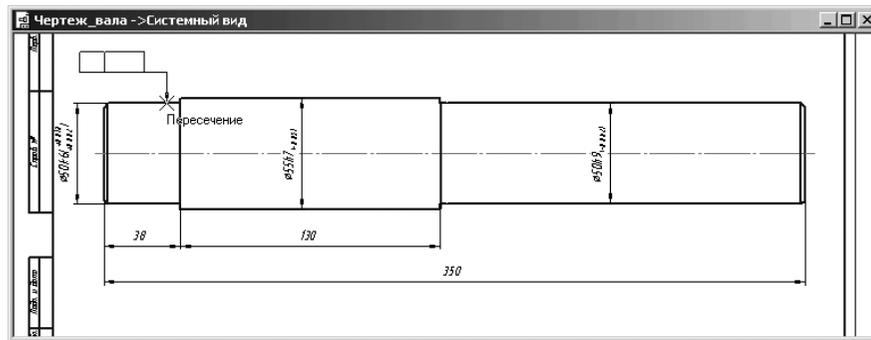

Рис. 4.112. Состояние системы при завершении установки Допуска формы поверхности
- переместите указатель мыши в точку, где должна находиться следующая точка ответвления или куда должна войти стрелка ответвления. Для первой ступени вала переместите указатель мыши из правой нижней точки таблицы допуска вертикально вниз на ступень вала и щелкните мышью. Это состояние системы показано на рис. 4.112;